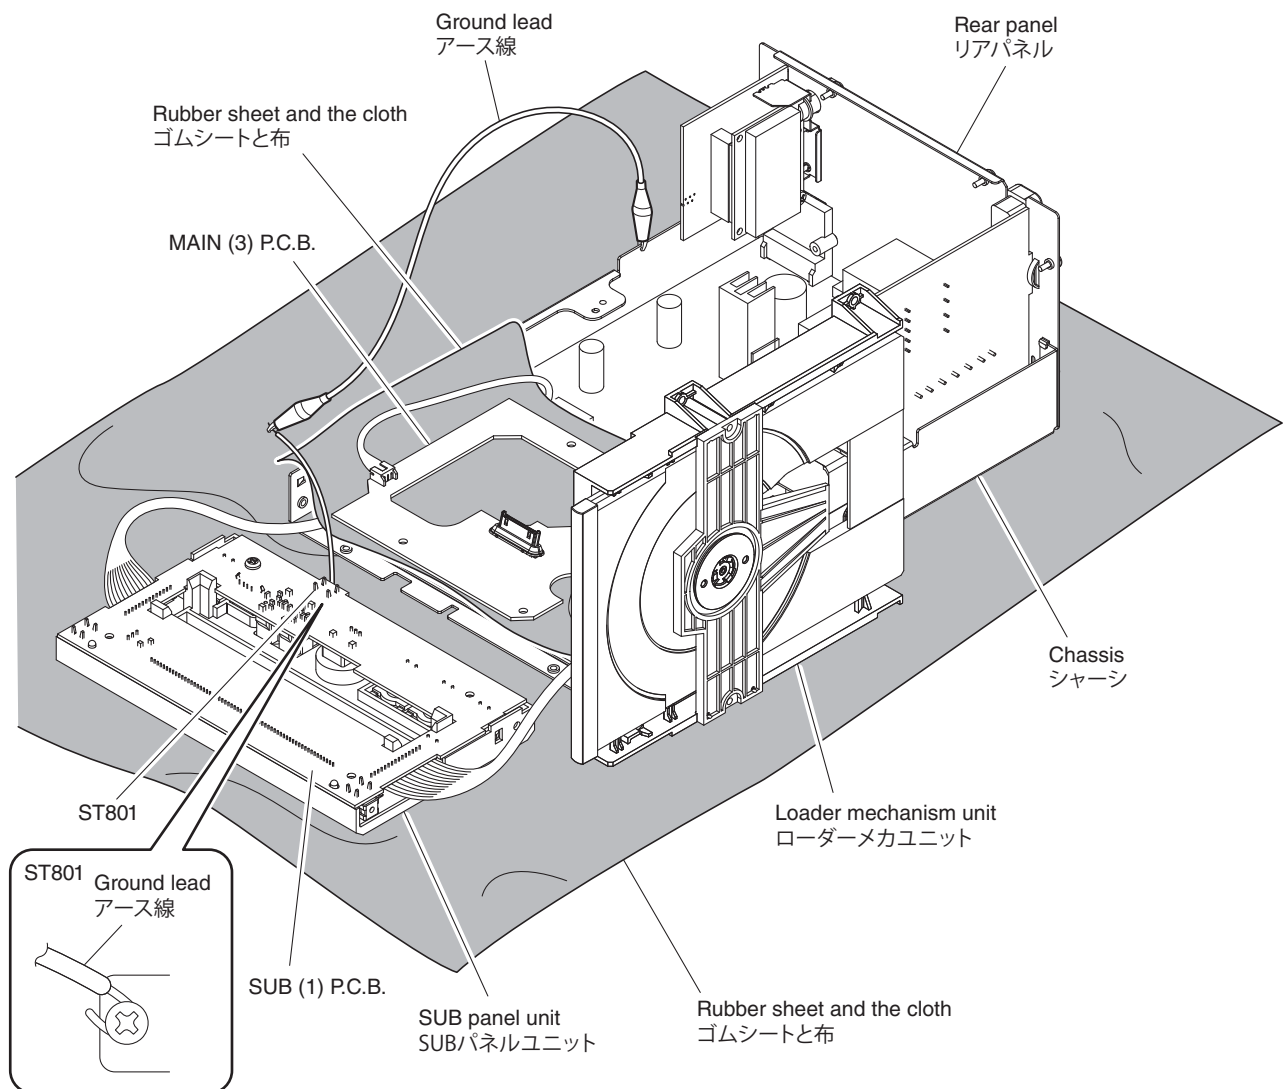

Fig. 3
- Spread the rubber sheet and the cloth. Then place this unit on the cloth and check it. (Fig. 3)
- Connect the ground point (ST801) of the SUB (1) P.C.B. to the chassis with a ground lead or the like. (Fig. 3)
- ゴムシートと布を敷き、その上に本機を置いてチェックします。(Fig. 3)
- SUB(1)P.C.B.のアース(ST801)をアース線等でシャーシに接続してください。(Fig. 3)